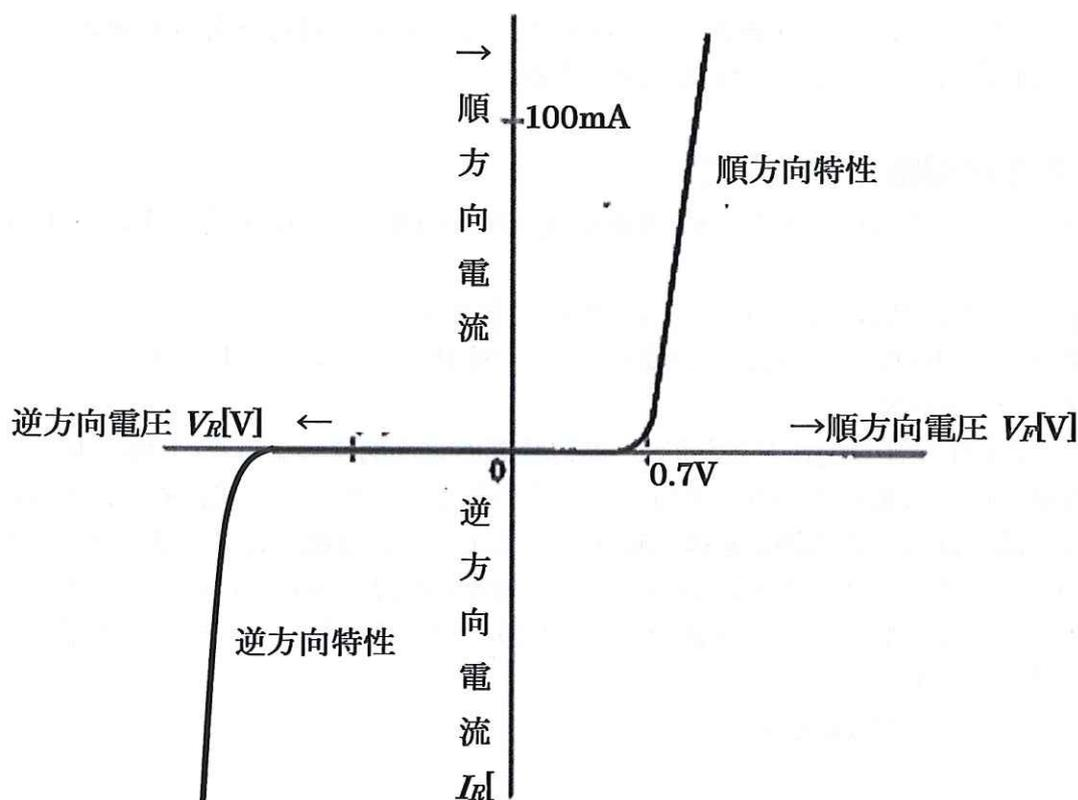

図5.6 グラフの座標軸の取り方
- (1) 実習装置の電圧調整のつまみを中央の 0 V に設定する。
- (2) 実習装置のAC100Vの入力端子に電源コードを接続し, コンセントに挿入する。
- (3) 電源スイッチをON。
- (4) 電流計, 電圧計の針の振れを見ながら, 実習装置の電圧調整つまみを(+)側に回して行く。
- (5) 方眼紙を用意し, 特性を描く準備をする。(4), ㊟で述べたフルスケールの値をグラフの縦軸の最大目盛りとするとよい。
- ㊟ グラフ化は, 図5.6を参照のこと。
実習装置に組立てた測定用回路の初期設定(電圧値など)確認後, 次の(1)~(3)に従って, 3種のダイオード(①, ②, ③とする.). *順方向電圧 V_F と逆方向電圧 V_R の最大印加電圧は異なってよい. 図5.6を参照のこと.
- (1) ダイオード①の順方向特性: 電圧を0Vから+(順)方向に少しずつ増大させ(電流が, 例えば30mAになるまで), 順方向電圧 V_F に対する順方向電流 I_F の変化の様子を, p.28, 表5-1に測定値で記入し, 用意した方眼用紙に図5.6を参照し, グラフをプロットする.
- (2) ダイオード①の逆方向特性: (1)で測定したダイオードを逆に取り付け, (すなわち, カソードを端子C(+))に, アノードを端子E(-)に接続し, (1)と同様の測定を行う.
- ⑧ 「なだれ降伏」が起こらなければ, $V_R=10V$ まで測定する.
- ⑨ グラフ化する場合, 「 V_R, I_R は負値」としてプロットする.
- (3) ダイオード②, ③の順方向特性および逆方向特性: 被測定ダイオードを取り替え, (1), (2)と同様の測定すう.
- ⑩ 被測定ダイオードの名称は, 表5-1と作成するグラフ内に必ず記入すること.